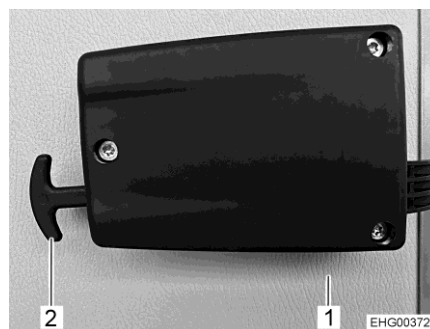

Fig. 58 Desbloqueo de emergencia de la trampilla del garaje
- Tirar ambos tiradores del desbloqueo de emergencia (Fig. 58,2).
- Empujar la trampilla del garaje (Fig. 58,1) hacia fuera.